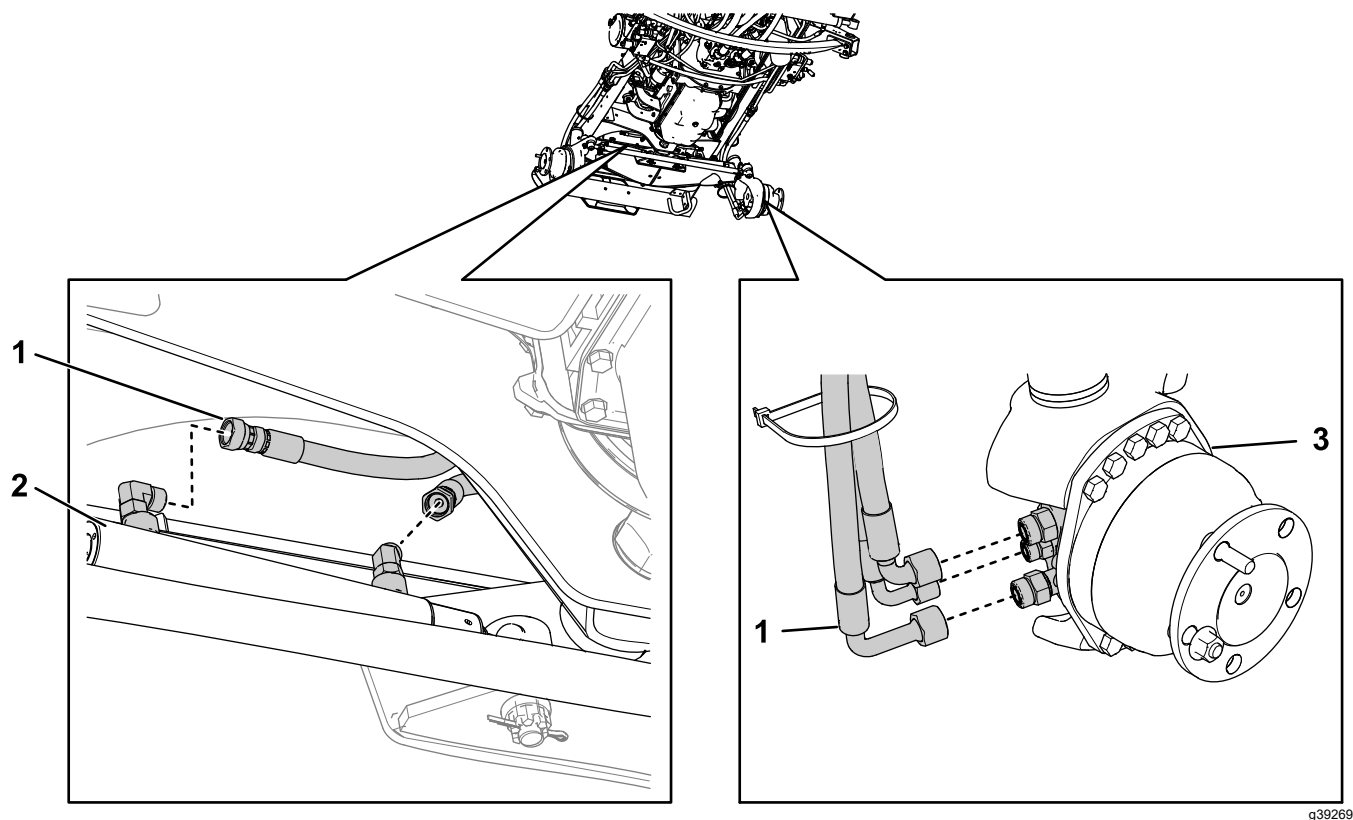

Рисунок 5
4. Отсоедините все гидравлические шланги, подсоединенные к цилиндрам рулевого управления и задним колесным моторам (**Рисунок 5**). Повторите эти действия на другой стороне для каждой детали.